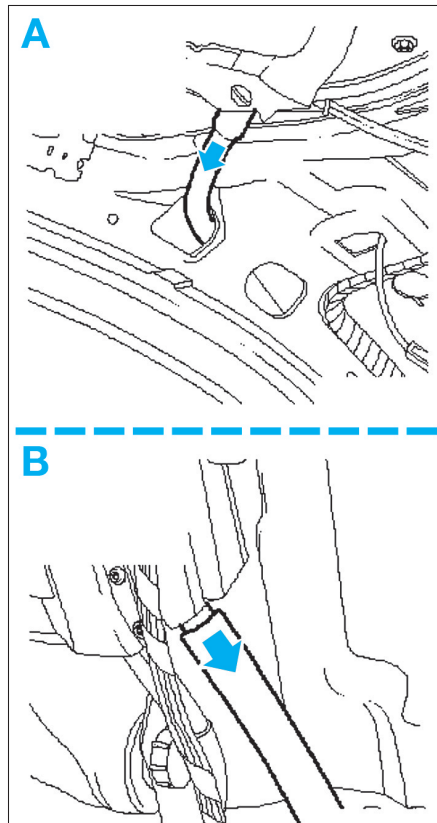

FIG. 69
- Retirer les tuyaux d'écoulement d'eau à l'avant et à l'arrière (fig. 69).